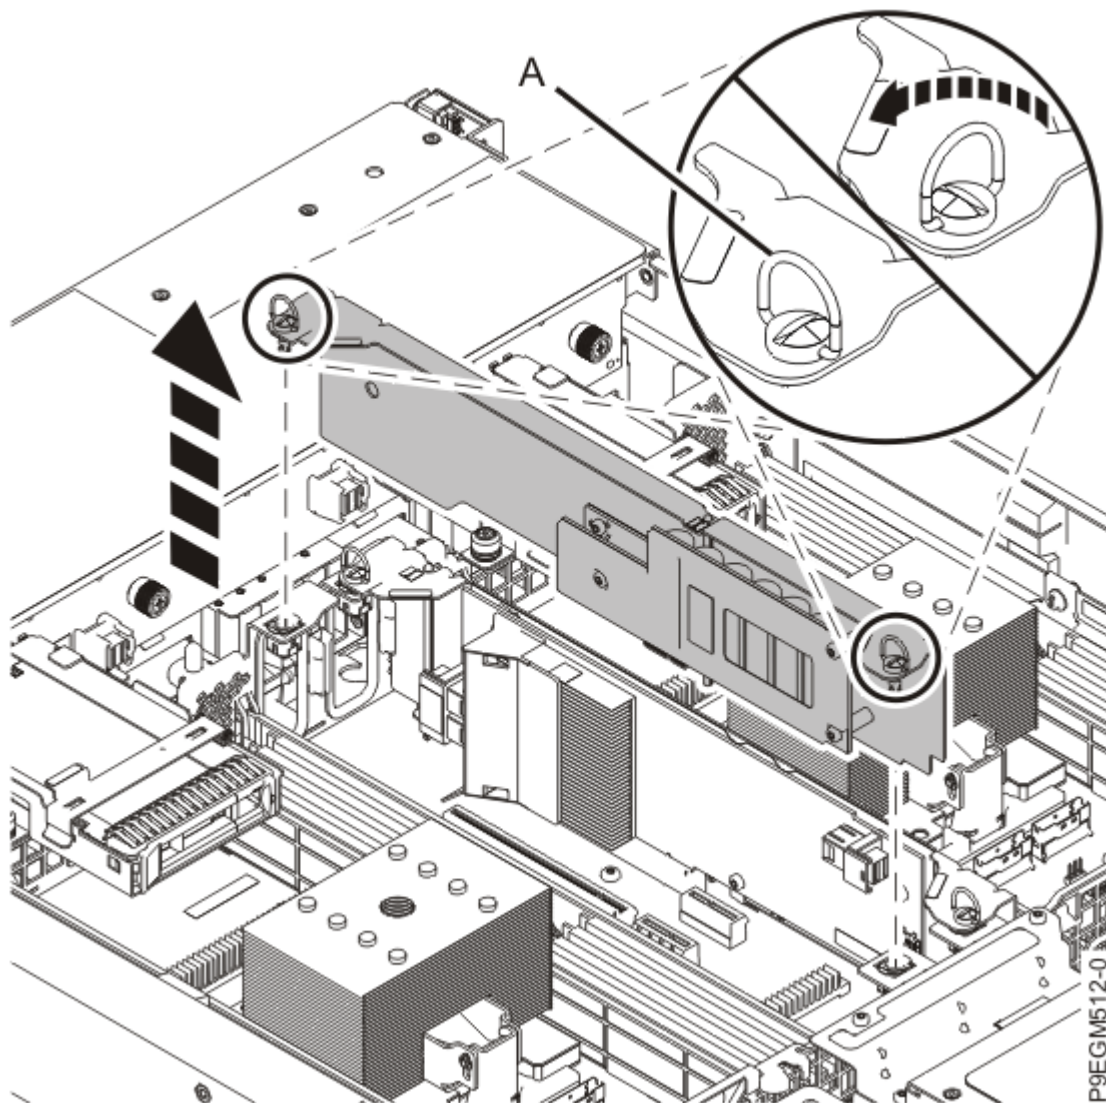

図 23. バックアップ電源モジュール・カードの取り外し
- a) ねじ (A) を反時計方向に回転して、バックアップ電源モジュールを解放します。バックアップ電源モジュールの青いハンドルをつかみ、持ち上げてスロットから取り出します (29 ページの図 23 を参照)。